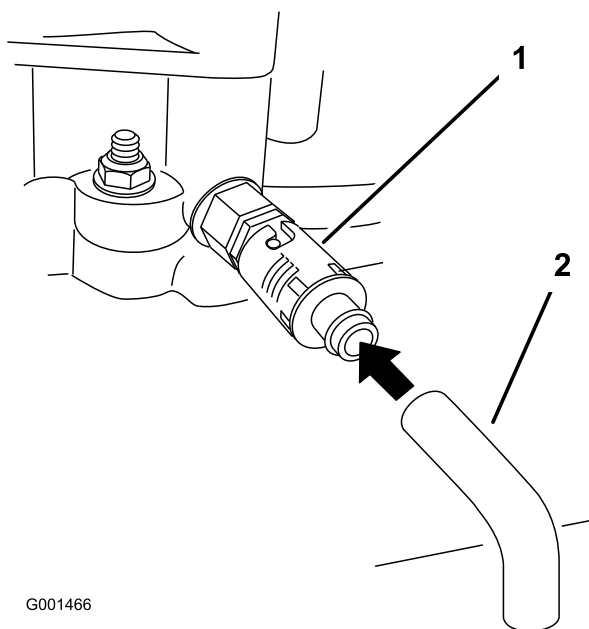

Figura 32
- Coloque un recipiente debajo del tubo de vaciado. Gire la válvula de vaciado para que se drene el aceite (Figura 32).
- Retire el tubo de vaciado (Figura 32).